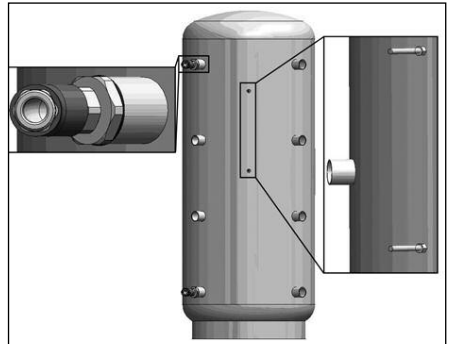

Abb. 6.2
- 2x isolierte Edelstahlbögen G1 ÜM x G1 AG mit Dichtringen und seitlicher Ausrichtung in Reduziernippel festziehen (s. Abb. 6.2)